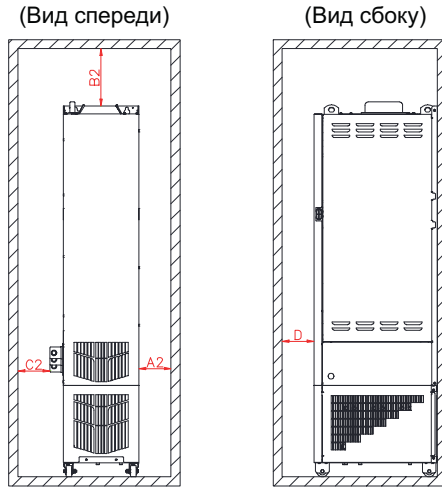

Рис. 2-4 Свободное пространство для монтажа одиночного привода переменного тока (конструкции Т10 - Т12)
- ◆ Предусмотреть свободное пространство для монтажа, как указано на рис. 2-4, чтобы обеспечить достаточное пространство для отвода теплоты, выделяемой преобразователем частоты. Учитывать рассеивание тепла другим оборудованием, расположенным в шкафу.